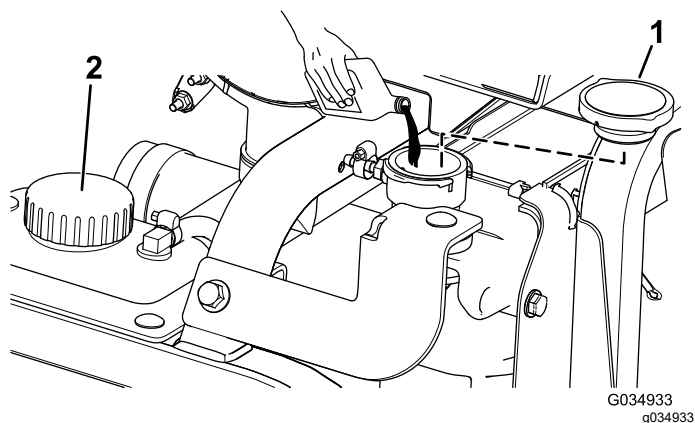

Рисунок 124
5. Залейте охлаждающую жидкость в радиатор так, чтобы ее уровень доходил до кромки заливного отверстия (Рисунок 124).